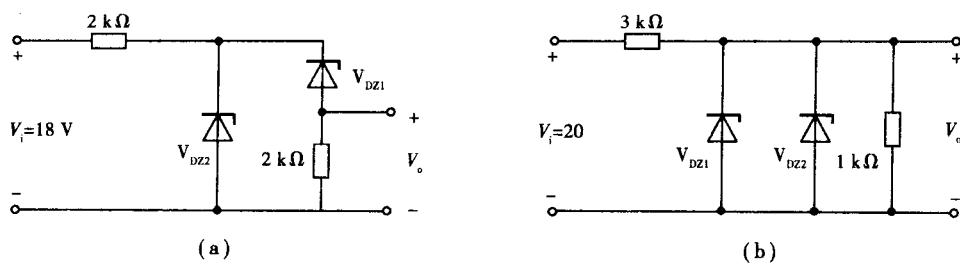

图 1.12
1.14 在图 1.12 所示电路中, 已知稳压管 V_{DZ1} 、 V_{DZ2} 的稳定电压分别为 6 V 和 7 V, 且具有理想的稳压特性, 求各输出电压 V_o 。